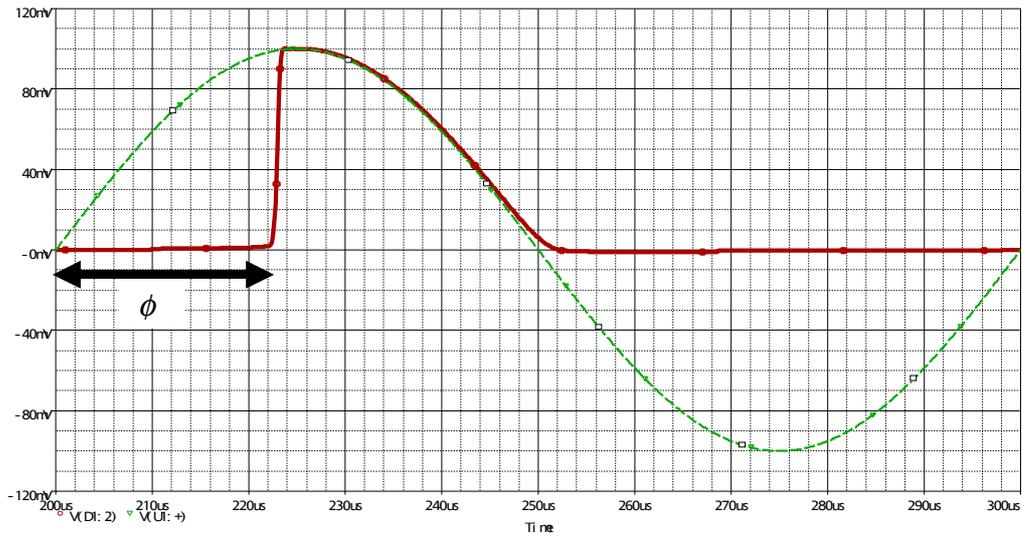

Figura 16: Vo x t no retificador de meia onda com erro no ângulo devido à SR do AMPOP
Quando o retificador está operando em frequências elevadas, onde a *slew rate* gera um erro no ângulo de retificação, o valor médio também conterá um erro que será função deste ângulo. Considerando-se  $\phi$  o ângulo inicial da retificação, como mostrado na Figura 16, temos:
c) Retificação em meia onda (Figura 16):